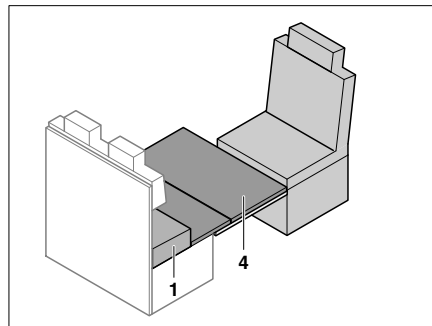

Fig. 192 Applicare la base del letto extra
- Collocare la base del letto extra (Fig. 192,4) sul tavolo. Appoggiare lo spigolo anteriore della base del letto extra direttamente al sedile del conducente.